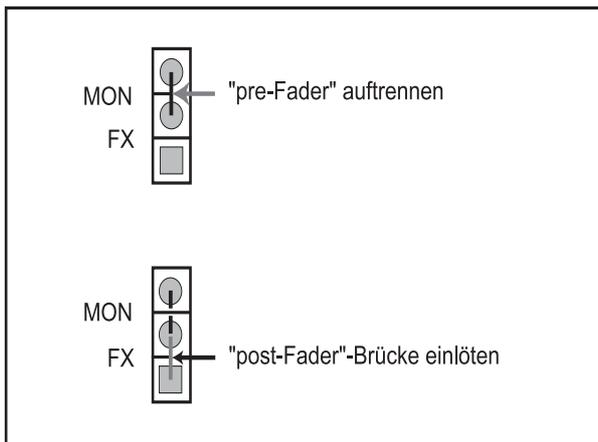

Abb. 5.1: Modifikation MON/FX "pre-Fader" > "post-Fader"
2. Sie finden die betreffenden Stellen auf der Platine, die senkrecht an der Frontseite angebracht ist. Beachten Sie hierzu die Abb. 5.1.